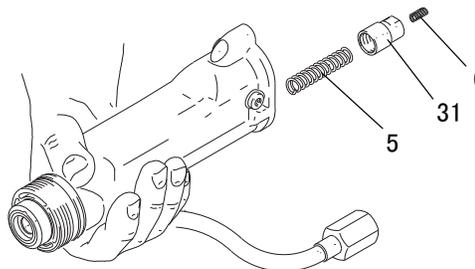

图 30 弹簧帽和弹簧
4. 从枪筒上卸下弹簧帽（31）和弹簧（5）。参见图 30。